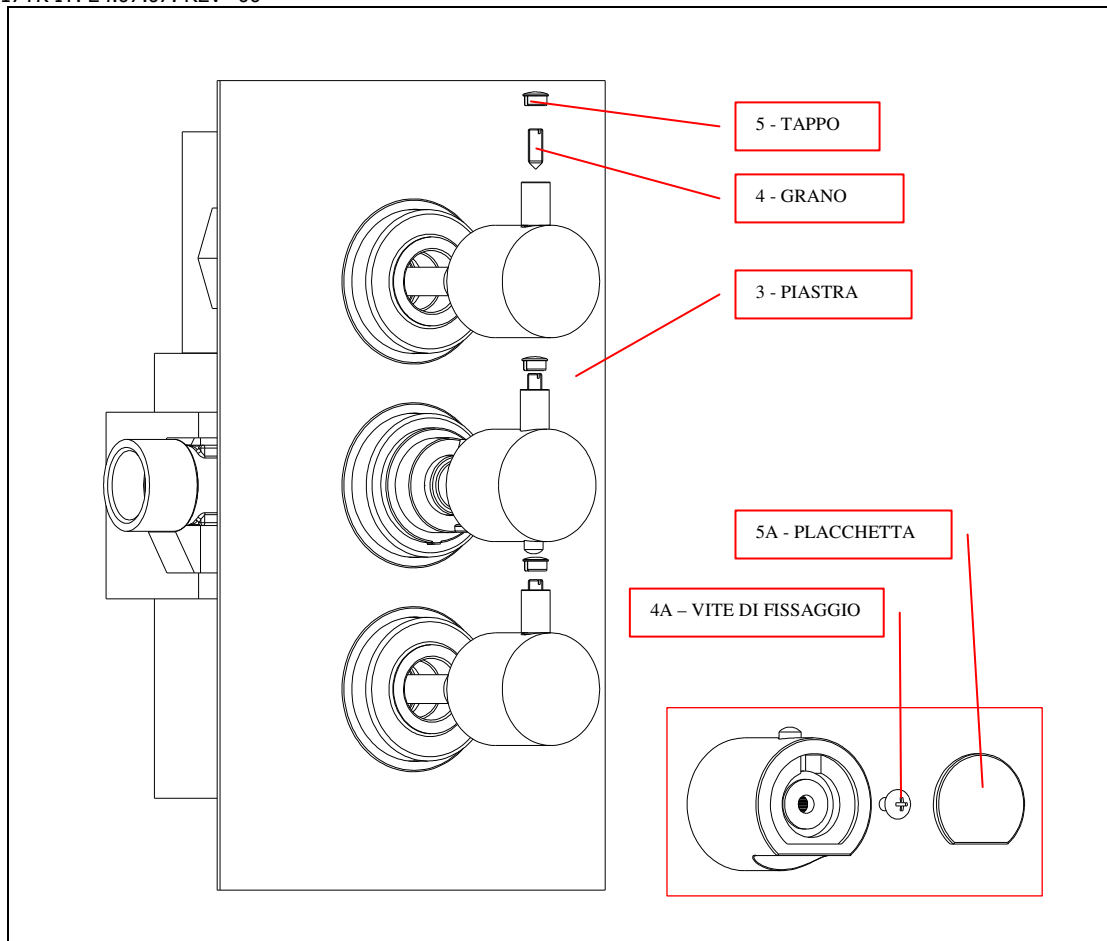

FIGURA 2 – MONTAGGIO FINITURE (PIASTRA E MANIGLIE)
C - MONTARE LA PIASTRA DI COPERTURA (3) CON I TRE ANELLI IN GOMMA GRIGIA (FIGURA 2)
D - MONTARE LE MANIGLIE SU MISCELATORE, RUBINETTO E DEVIATORE (FIGURA 2), E FISSARLE AGENDO SUI GRANI (4).
D1 – PER MANIGLIE IN TECNOPOLIMERO CROMATO – MONTARE LE MANIGLIE SU MISCELATORE, RUBINETTO E DEVIATORE (MANIGLIA DI FIGURA 2), FISSARLE AGENDO SULLA VITE (4A) E APPLICARE LA PLACCHETTA (5A) A PRESSIONE
C - ASPORTARE IL TAPPO (5), SVITARE IL GRANO (4) E TOGLIERE LA MANIGLIA GRADUATA SENZA RUOTARLA (FIGURA 2) E REINSERIRLA IN MODO CHE I 38° SIANO IN CORRISPONDENZA DELL'INDICE DI RIFERIMENTO DELLA TEMPERATURA .
C1 – PER MANIGLIE IN TECNOPOLIMERO CROMATO - TOGLIERE LA PLACCHETTA (5A), SVITARE LA VITE DI FISSAGGIO (4A) E TOGLIERE LA MANIGLIA (RIQUADRO DI FIGURA 2)